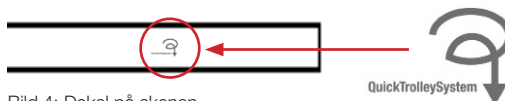

Bild 4; Dekal på skenan
VI. Placera den medföljande dekalen på skenan för att visa var lyftmotorn ska monteras upp eller ned, bild 4.
- 5) Anslut den röda kabeln till strömskenan på högra sidan, laddningsplattans plussida, och den svarta kabeln till den vänstra sidan enligt bild 4.
- 4) Montera laddningsbleck enligt bild 4. OBS! Tryck in laddningsblecket (A) ca 50 mm om endast stoppbult används. Vid användning av justerbar ändstopp trycks laddningsblecket in ca 90 mm.